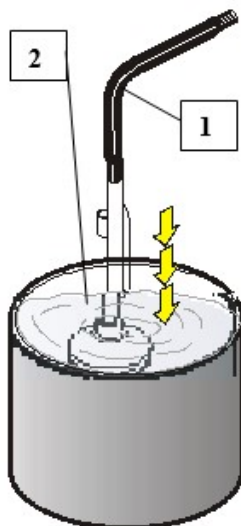

Fig.32
2) Tauchen Sie den Saugschlauch in einen Behälter, der ein Lösungsmittel enthält (Abb.32).